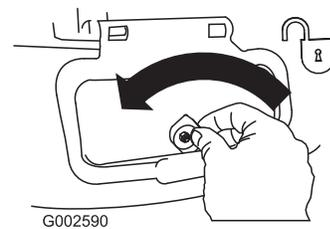

Bild 34
1. Entriegeln Sie die Seitenauswurfklappe (Bild 34).